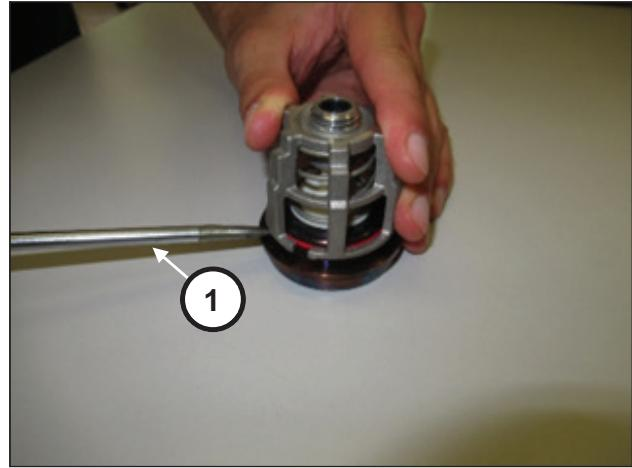

Рис. 108
Демонтируйте узлы всасывающих и нагнетательных клапанов, используя в качестве рычага простые инструменты (поз. ①, Рис. 108).